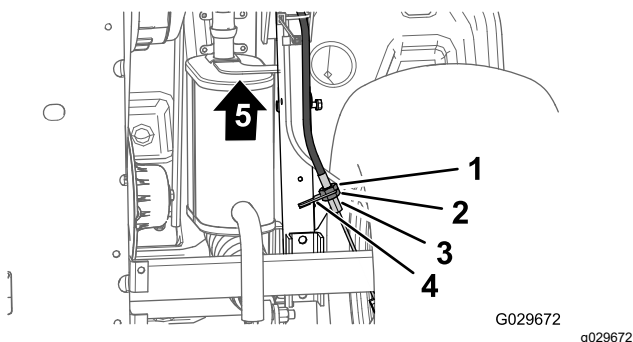

Рисунок 67
3. В нижней части машины ослабьте заднюю зажимную гайку резьбового регулятора троса стояночного тормоза на 4 оборота (Рисунок 67).
4. Затяните переднюю контргайку (Рисунок 67).
- A. Ослабьте затяжку передней зажимной гайки (Рисунок 67) на резьбовом регуляторе троса стояночного тормоза на один оборот.
- B. Затяните заднюю контргайку (Рисунок 67).
- A. Ослабьте затяжку задней зажимной гайки (Рисунок 67) на резьбовом регуляторе троса стояночного тормоза на один оборот.
- B. Затяните переднюю контргайку (Рисунок 67).